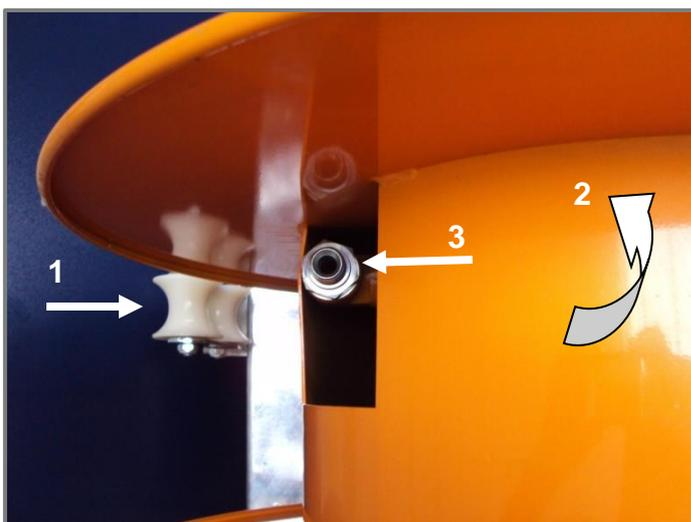

Figura 7.2: Orden a la hora de montar la manguera en el carrete
- Gire el carrete manualmente hasta que la guía de la manguera esté situada lo más lejos posible del lateral del mismo, donde se encuentra el punto de conexión. El punto de conexión debe estar en su posición más elevada (tal como se muestra en la figura 7.2).
- Introduzca la manguera a través de la guía para la manguera (1)
- Dirija la manguera hacia la parte inferior del carrete (2)
- Conecte la manguera al acople del carrete (3)